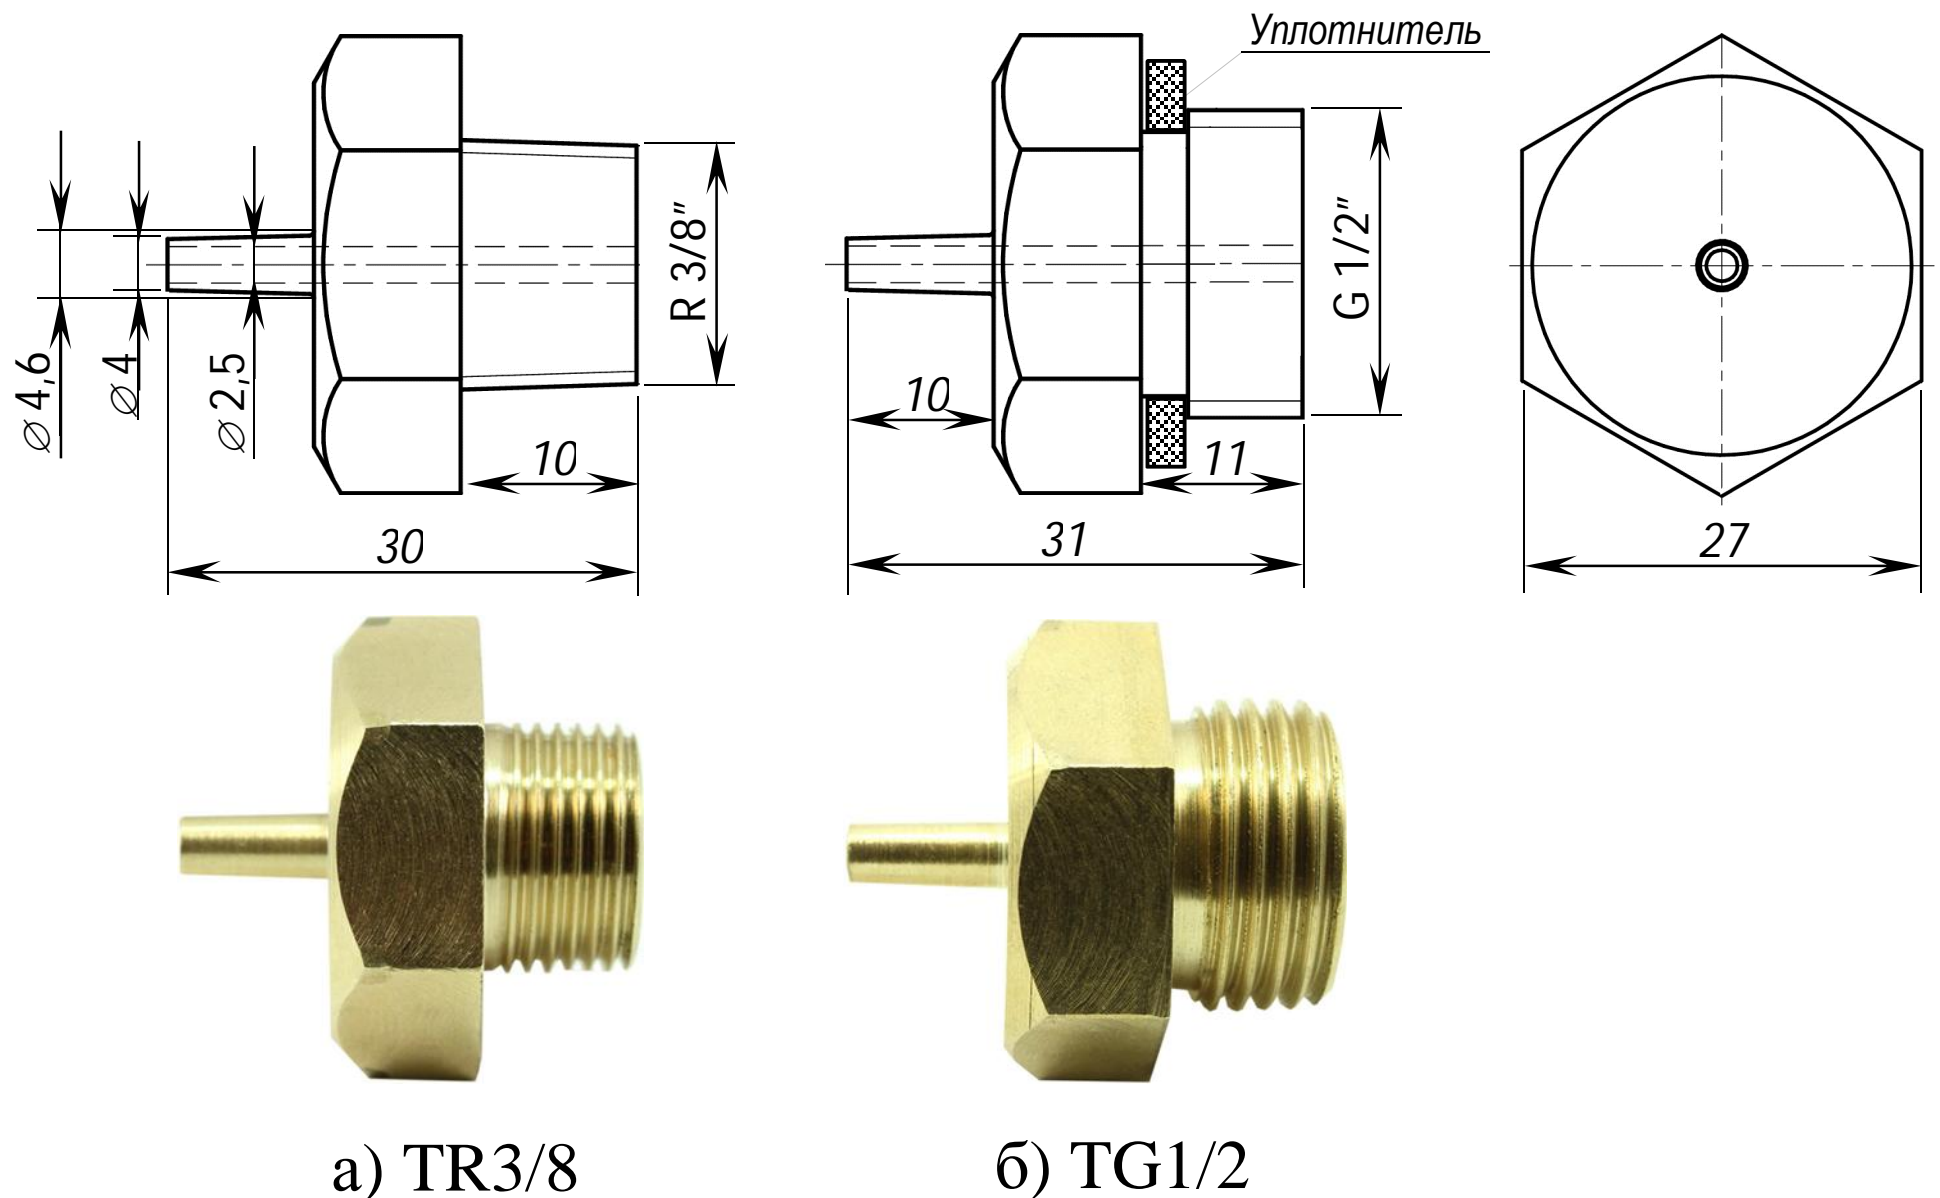

Рис. 4. Переходник соединительный типа «Т»
9.4. Типоразмер переходника «TR3/8» (Рис. 4а) имеет трубную коническую резьбу.